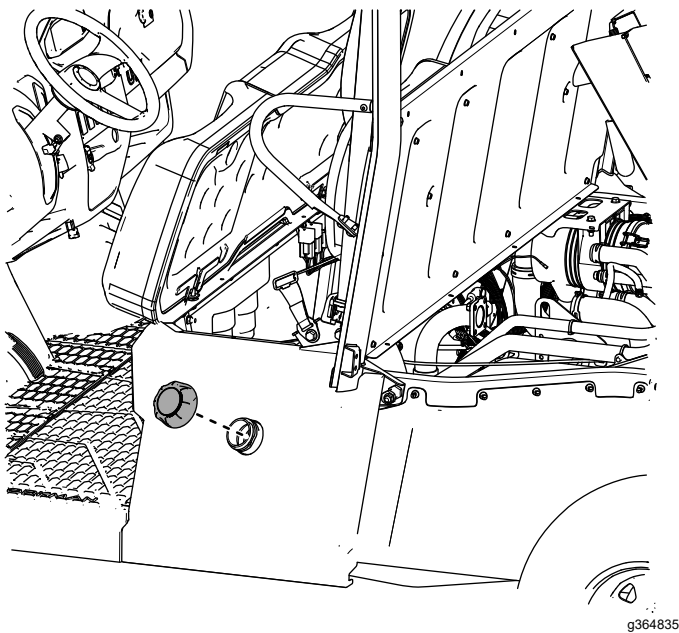

Figura 35
23. Instale el tapón del depósito de combustible en el panel izquierdo de la base del asiento (Figura 35).